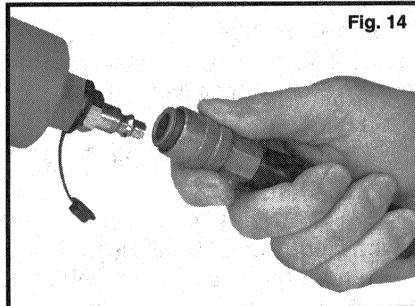

Fig. 14
1. Lisez attentivement ce manuel avant de brancher l'outil sur une source d'air comprimé (voir Fig. 14).